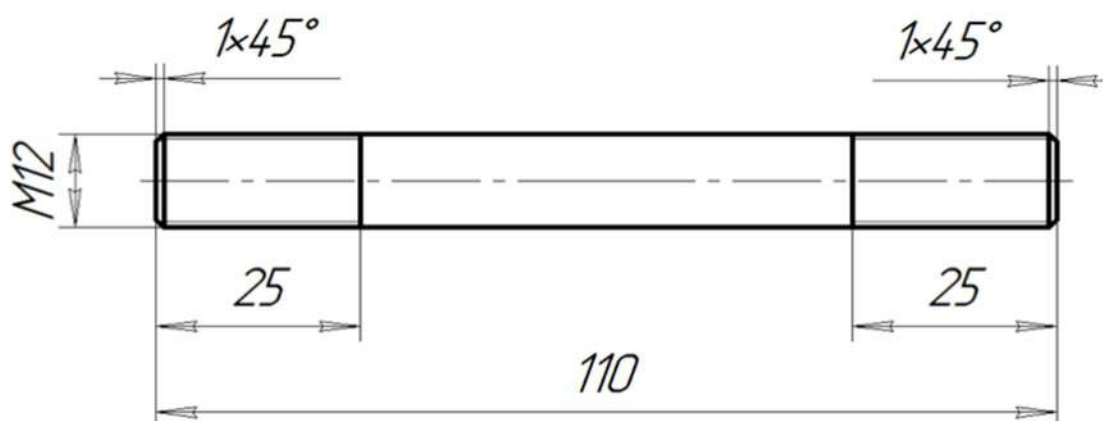

Рис. 1. Чертеж шпильки
3. Предельные отклонения всех размеров (длины, резьбы) $\pm 0,5$ мм, по диаметру $\pm 0,1$ мм (рис. 1).